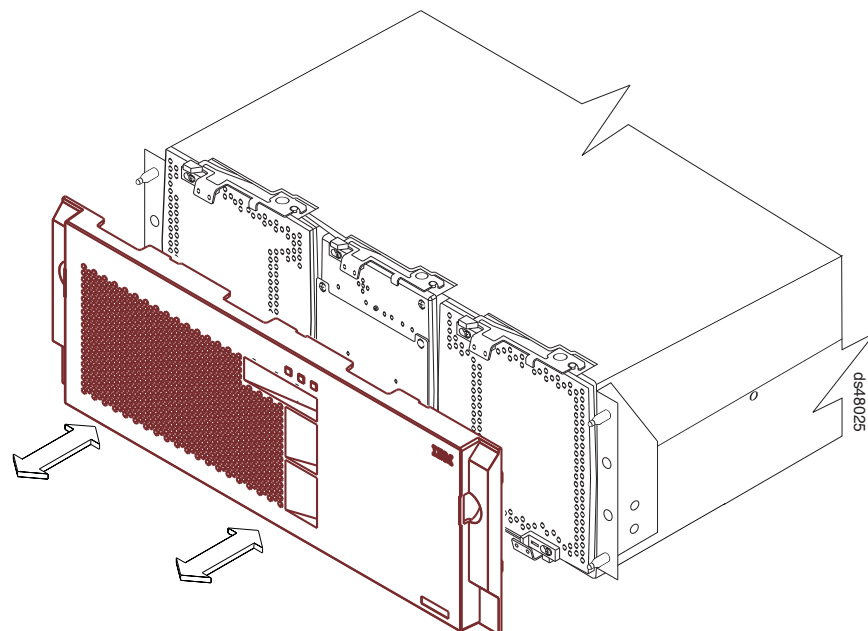

図 24. 前面ベゼルの取り外し
4. DS4800 前面ベゼルを取り付けます。ストレージ・サブシステム・シャーシのピンをカバーのスプリング・スチール・リテーナーに位置合わせして前面ベゼルを取り付けたら、ピンが所定の場所にきちんとはまるまでカバーをシャーシ方向に押します。図 24 は、ストレージ・サブシステムに前面ベゼルを取り付ける方法を示しています。